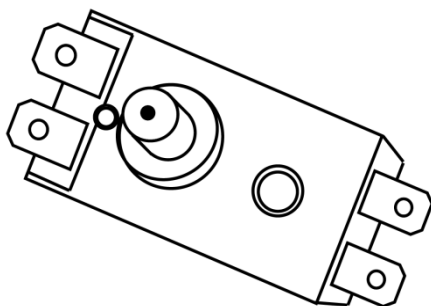

Рисунок 6\*\*
- нажать до щелчка кнопку, расположенную по центру термовыключателя (рисунок 6), или на термостате;